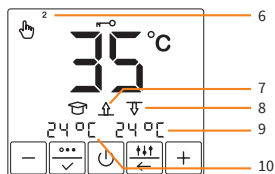

Abb. 3b / Fig. 3b / fig. 3b
- aktuell gemessene Boden- und Raumtemperatur (Abbildung 3b).
- indicating the current floor surface and air temperature (Figure 3b).
- en indiquant la surface du sol et la température de l'air (figure 3b).